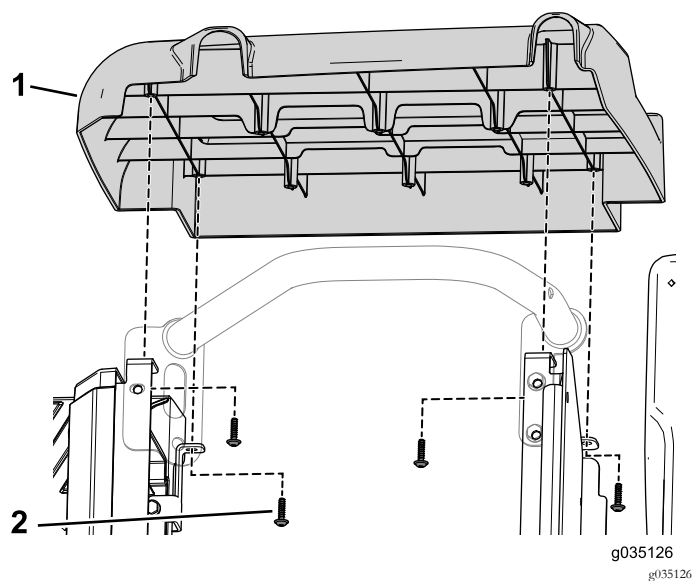

図 89
10. 右サイドカバーを座席アセンブリに固定するタッピングねじ4本を使用する 図 89。